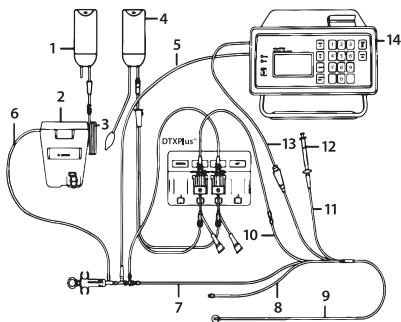

Figure 1. Installation du système en circuit fermé
19. Raccorder le câble du capteur en ligne (modèle SP4045 ou autre câble compatible) au boîtier du capteur de solution à injecter en poussant le ressort dans le boîtier et en serrant (voir Figure 1).